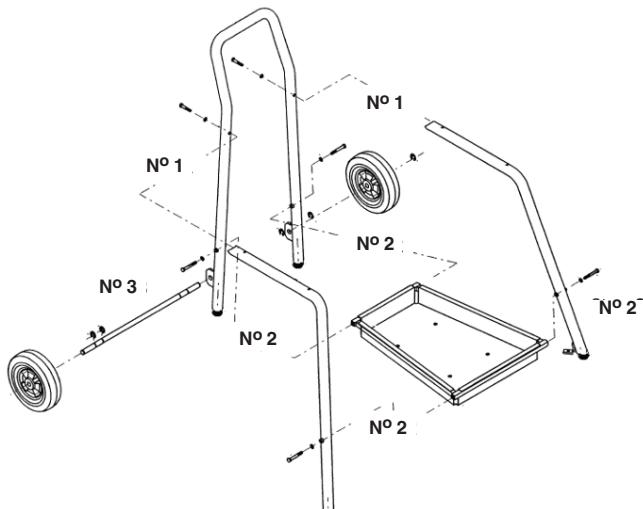

Figure 4 – Assemblage du chariot
2. Montez le bac à outils sur les jambes arrière et avant du chariot à l'aide des quatre (4) vis 6-pans de $\frac{3}{8}$ " – 16 x $2\frac{3}{4}$ " et des rondelles fendues fournies. Ne pas serrer les vis.
3. Introduisez l'axe à travers les pattes saillant de l'arrière de l'arceau du chariot et retenez-le en position avec les quatre (4) circlips fournis. Se reporter à la Figure 4.